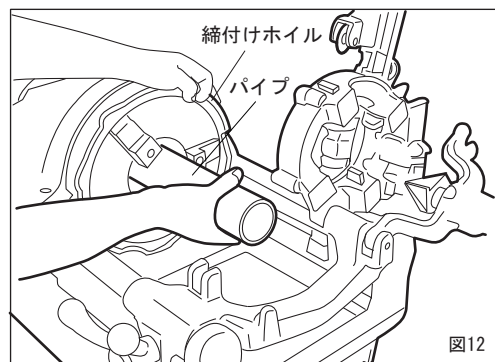

図12
6. パイプの取付け、取外し (図12)
- ① スクロールおよびチャックをパイプ径より大きく開き、パイプをスクロール側から差し込んでください。(短管の場合はチャック側から差し込みます。)
- ② スクロールを締めてから、右手でパイプを支え左手でチャックを軽く締めてパイプにチップをよくそわせてから強くパイプを締め付けます。
- ③ パイプの取外しは、反動をつけて締め付けホイルを逆方向に回せばチャックが緩みます。次にスクロールを緩めてパイプを取外してください。
■短管ねじ切りのパイプのつかみ方 (図12)